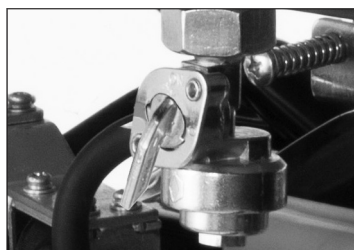

рис. 6
7. Переведите топливный кран в положение «Открыто» (рис. 6).